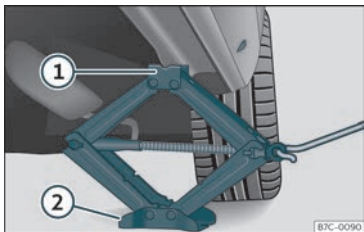

Fig. 39 Traveseiro: colocación do gato do vehículo.
• Xire a manivela do gato*, situado debaixo do punto de apoio do traveseiro, para elevalo ata que a pestana ①»» fig. 39 estea situada baixo o aloxamento previsto.
• Aliñe o gato* para que a pestana ① “agarre” no aloxamento previsto do traveseiro e a placa base móbil ② descanse no chan. A placa base ② debe caer verticalmente con respecto ao punto de soporte ①.